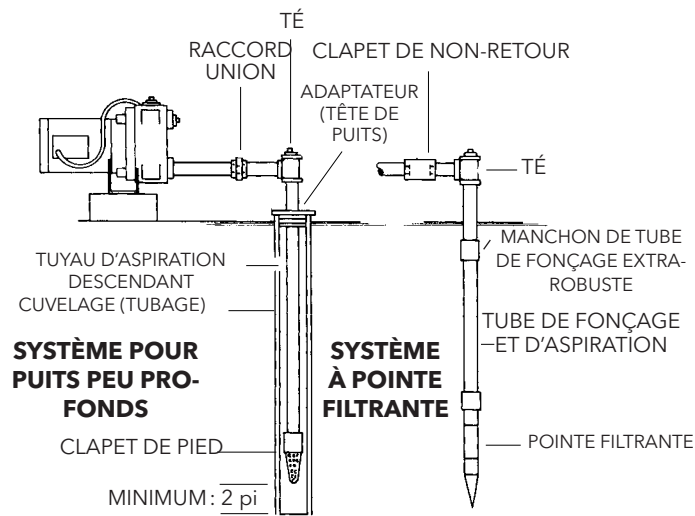

FIGURE 2
AVIS Raccords et accessoires de tuyauterie (clapets de pied, adaptateurs de tête de puits, manchons, raccords unions et tuyaux) doivent être achetés à part. Comme le montre la fig. 2, la pompe Red Jacket peut être reliée horizontalement à un tuyau de puits peu profond ou de pointe filtrante.
Étape 1 Pour que la pompe reste amorcée, on doit utiliser un clapet de pied dans le puits ou poser un clapet de non-retour aussi près que possible de la pompe s'il s'agit d'une pointe filtrante (fig. 2). S'assurer que le clapet est propre et ferme bien.
Étape 5 À la jonction du tronçon horizontal au tuyau descendant, poser un té ou un adaptateur approprié (fig. 2). Le té peut servir au nettoyage du puits.